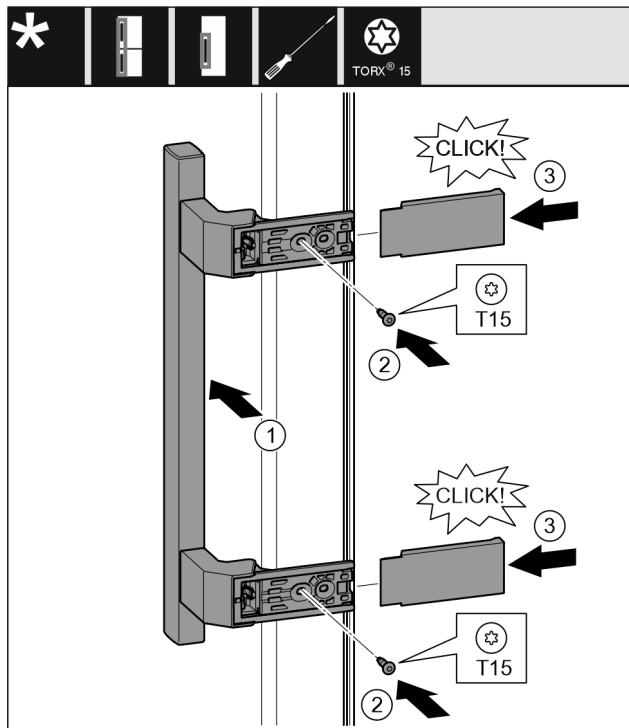

Fig. 21
- ▶ Założyć uchwyt po przeciwległej stronie. Fig. 21 (1)
- ▶ Śruby przykręcić przy pomocy śrubokręta T15. Fig. 21 (2)
- ▶ Osłony założyć z boku i wsunąć. Fig. 21 (3)